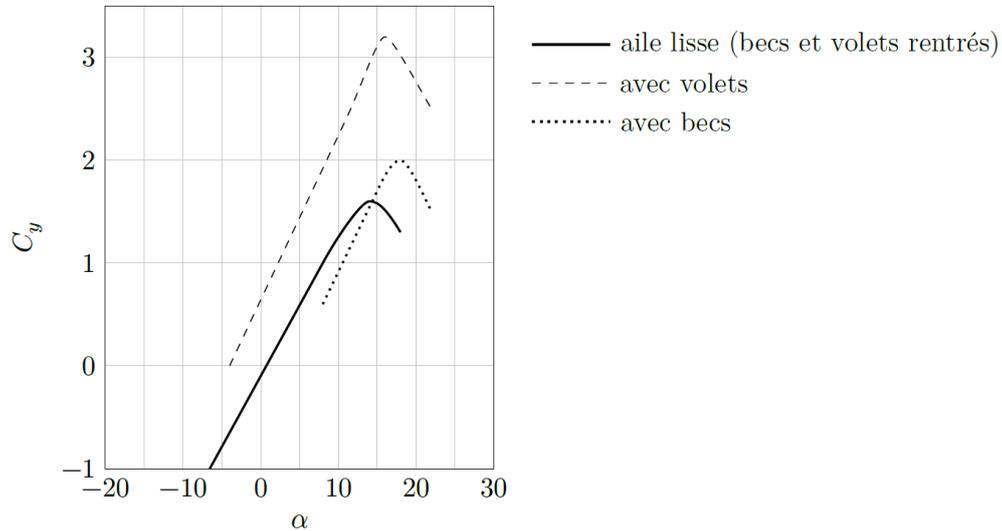

Figure 5
Afin de permettre un atterrissage en sécurité, les ailes d'avion sont équipées de becs sur le bord d'attaque et de volets sur le bord de fuite. Ces éléments mobiles permettent de modifier le profil de l'aile et de faire ainsi varier ses coefficients aérodynamiques et sa surface portante. La figure 5 montre l'influence des becs et des volets sur le C_y de l'aile.
- Q 11. En s'appuyant sur la figure 5 et en sachant que, pour des raisons de sécurité, l'atterrissage doit se faire à $250 \text{ km}\cdot\text{h}^{-1}$, discuter qualitativement le rôle des becs et des volets.